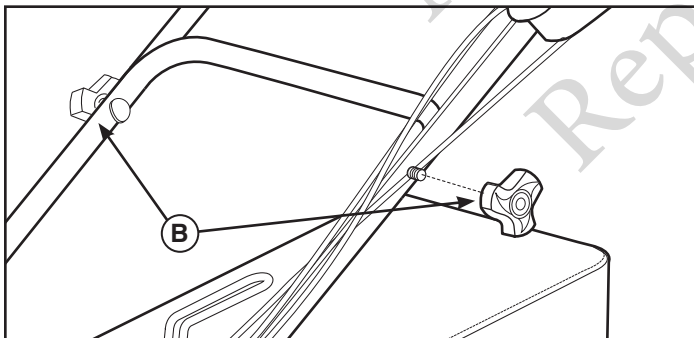

Figure 3
3. Retirez l'emballage protecteur. Desserrez les boutons de la poignée supérieure (B, Figure 3) en attachant la poignée supérieure à la poignée inférieure.